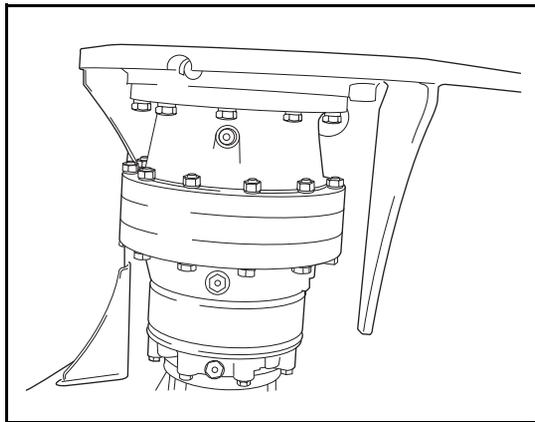

图 4-1(7) 旋转减速机安装外形图
按图 4-1(7) 旋转减速机安装外形图、图 4-1(8) 旋转减速机安装图所示: